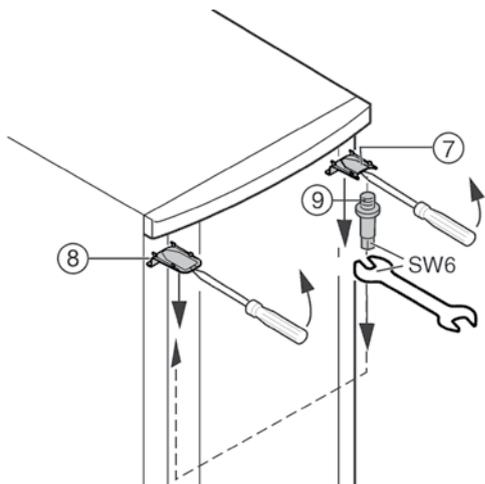

Рис. 7
- ▶ Отверткой подденьте кожух 7 и 8 (Рис. 7) спереди и снимите его, потянув вперед и вниз.
- ▶ Отвинтите несущий штырек 9 (Рис. 7) и привинтите с другой стороны (с усилием 4 Нм).
- ▶ Чтобы установить кожух 7 (Рис. 7) на сторону, где привинчен несущий штырек, вставьте на место его заднюю часть и закрепите переднюю.
- ▶ Чтобы установить кожух 8 (Рис. 7) на противоположную сторону, вставьте на место его заднюю часть и закрепите переднюю.
- ▶ Прикрепите верхнюю часть двери к несущему штырьку 9 (Рис. 7).